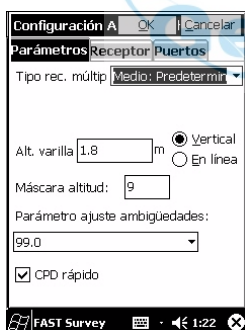

Figura 14- Definir parámetros del remoto
4. Si utiliza la configuración montada sobre poste, en el campo **Alt. varilla**, escriba "1.226" m y marque la opción **Vertical** (figura 14).